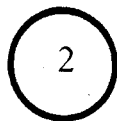

图 1-7 详图标志
④详图的标志，用圆圈表示，圆圈用粗实线绘制，直径 14 毫米。如图 1-7 所示，表示第 2 号详图（依次编号）。